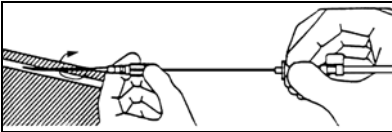

Fig. 3
6. Firmly hold introducer needle hub in position and advance catheter forward with a slight rotating motion over spring-wire guide into vessel (refer to Fig. 3).
6. En maintenant fermement en place la garde de l'aiguille d'introduction, faites progresser le cathéter vers l'avant avec un léger mouvement de rotation sur le fil de guidage métallisé spiralé dans le vaisseau (cf. Fig. 3).
6. Ansatzstück der Einführungskanüle festhalten und den Katheter mit einer leichten Drehbewegung über den Federführungsdraht ins Gefäß vorschieben (siehe Abb. 3).